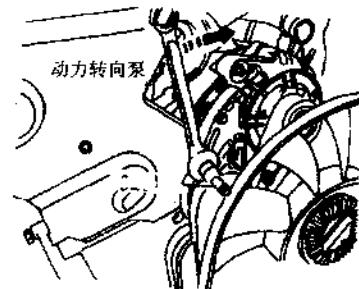

图 1.9 松开动力转向泵等
- ⑪ 松开动力转向泵、硅油风扇和多楔带, 如图 1.9 所示。